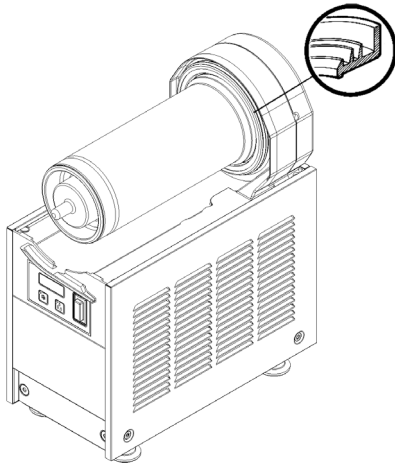

**figura 9**
**2** Lubricar el pistón grifo, el rascador interior y el rotor magnetico (en los puntos A, B y C indicados en la (ver figura 9) utilizando solamente la grasa suministrada por el